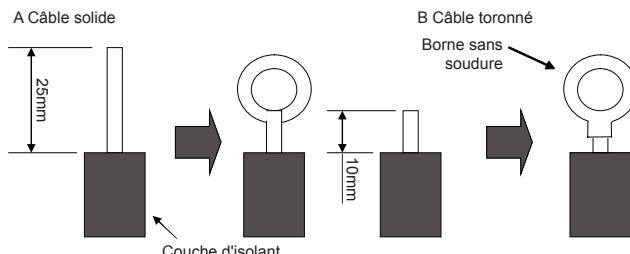

Fig. 39
- (1). Pour câblage solide (Fig. 39).
- (2). Pour câblage toronné (Fig. 39).